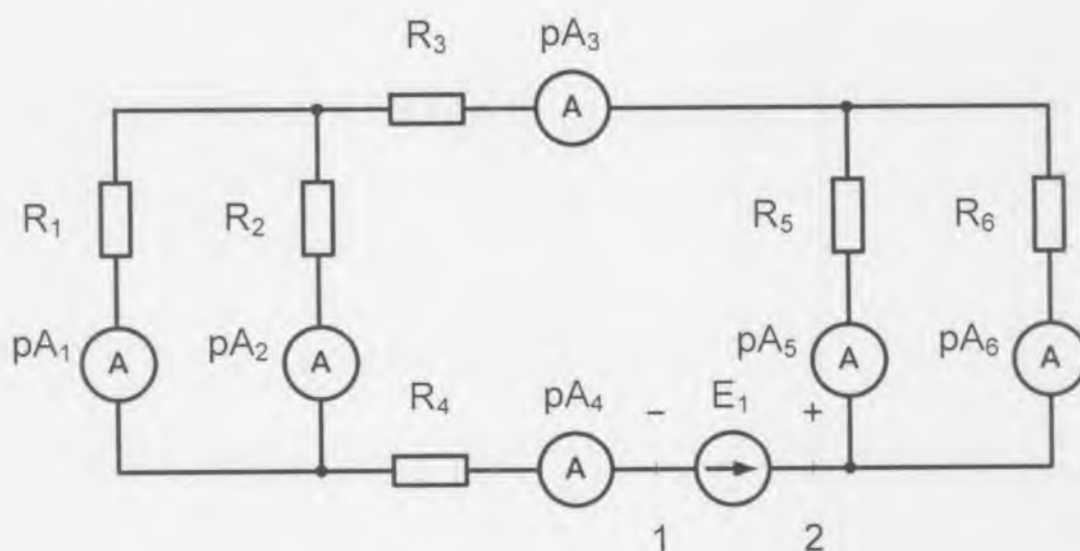

Рисунок 1.6 – Простая электрическая цепь
6. Произвести измерение токов в ветвях резистивной цепи методом амперметра и омметра рис. 1.6:
в ветвях схемы рис. 1.6. Номиналы сопротивлений  $R_1, R_2, R_3, R_4, R_5, R_6$  взять с п.4(б), напряжение источника  $E_1 = 12\text{ В}$ ;
а) подключить к выводам 1 и 2 рис. 1.6. соблюдая полярность источник питания  $E_1$ , включить питание и установить напряжение источника  $E_1 = 12\text{ В}$ ;